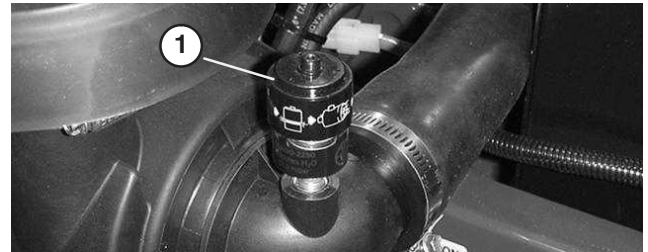

Bild 43
- Warten Sie den Luftfilter, wenn die Luftfilteranzeige (Bild 43) Rot anzeigt oder alle 400 Stunden (bei einer sehr staubigen oder schmutzigen Umgebung häufiger). Warten Sie den Luftfilter nicht zu häufig.
- Stellen Sie die Anzeige (Bild 43) zurück, wenn sie auf Rot steht.